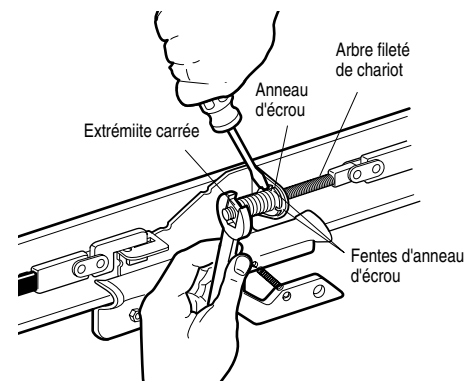

Figure 2
- Insérer la pointe d'un tournevis dans l'une des fentes de l'anneau d'écrou et l'appuyer solidement contre le chariot (Figure 2).